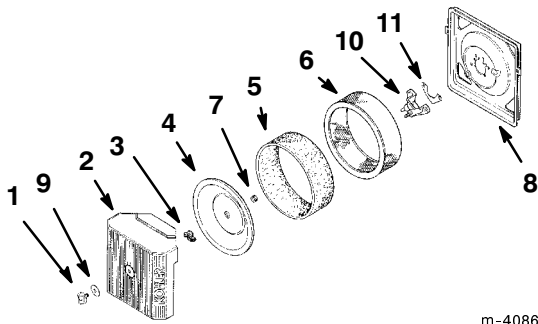

Figure 17
3. Nettoyez la surface autour du filtre à air pour éviter que des impuretés s'introduisent dans le moteur et l'endommagent. Dévissez le bouton et déposez le couvercle du filtre à air (Fig. 17).
4. Glissez délicatement l'élément en mousse hors de l'élément en papier (Fig. 17).
5. Dévissez l'écrou du couvercle et déposez le couvercle et l'élément en papier (Fig. 17).
1. Glissez délicatement l'élément en mousse sur l'élément en papier (Fig. 17).
2. Enfilez le filtre complet et le couvercle sur la longue tige. Vissez ensuite solidement l'écrou contre le couvercle (Fig. 17).
3. Reposez le couvercle du filtre à air (Fig. 17).